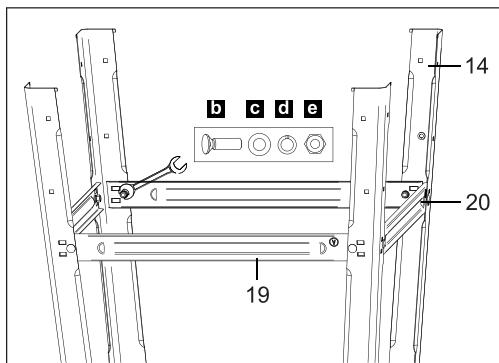

Рис. 5
5. Установите и зафиксируйте распорки (длинные 19 и короткие 20) между ножками (рис.5).